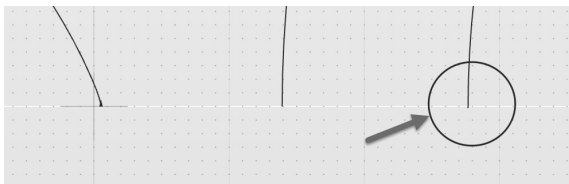

图 5-147 观察曲线端点
13) 放大观察两条环形曲线，曲线的端点并未与 X 轴完全平齐，如图 5-147 所示，这是因为在 Illustrator 中手动绘制出现偏差造成的。